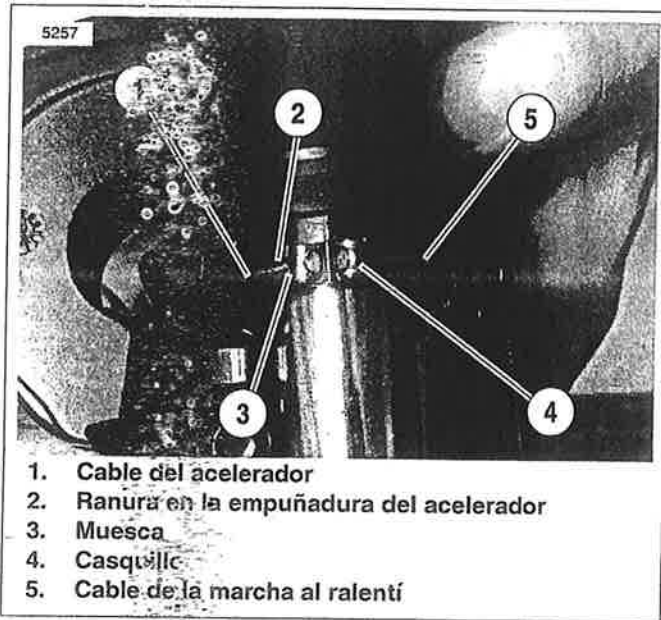

Figura 7-48. Instalación de cables de control del acelerador/marcha al ralentí en la empuñadura de control del acelerador
5. Vea la Figura 7-48. Coloque la caja inferior de interruptores sobre la empuñadura de control del acelerador. Instale los casquillos de bronce (4) en el cable para que los dispositivos de conexión del extremo asienten en la cavidad de los casquillos. Asiente los casquillos en sus respectivas ranuras (3) sobre la empuñadura de control del acelerador. Compruebe que los cables queden atrapados en las ranuras (2) moldeadas en la empuñadura.